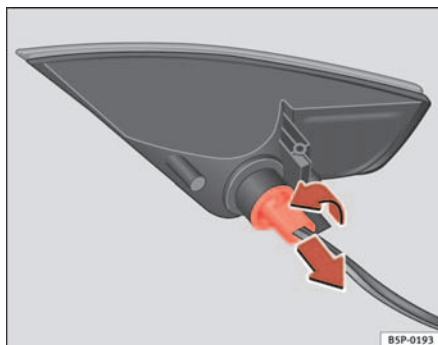

Abb. 186 Leuchte nach Ausbau aus dem Stoßfänger
- Die Lampenfassung nach links drehen und in Pfeilrichtung abnehmen ⇒ Abb. 186.